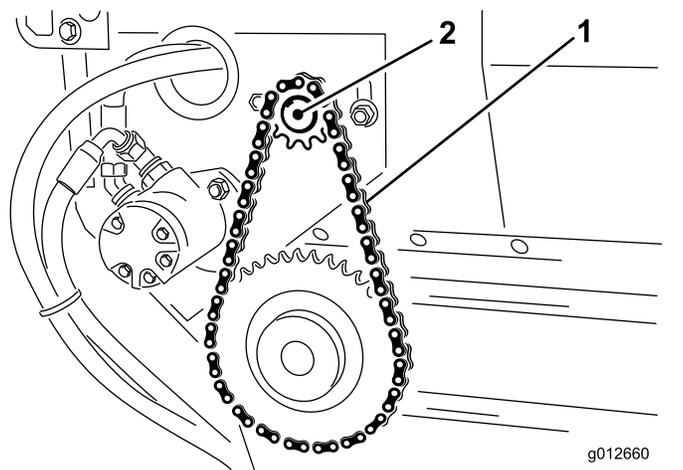

Рисунок 18
3. Ослабьте болты и гайки, которые крепят гидромотор в сборе со звездочкой к основной раме (Рисунок 18).
4. Поворачивайте гидромотор в сборе со звездочкой (Рисунок 18) в монтажных пазах, пока цепь привода ленты транспортера не отклонится на 3,2 мм.
5. Затяните крепежные болты (Рисунок 18).